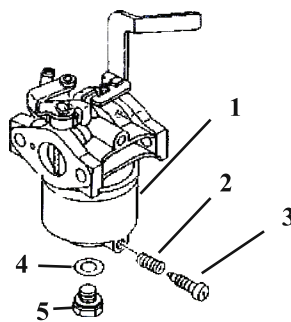

рис. 7
6.6.3 Слейте топливо из поплавковой камеры карбюратора, выкрутив пробку (рис.7 поз.3). После слива установите пробку на место и затяните.